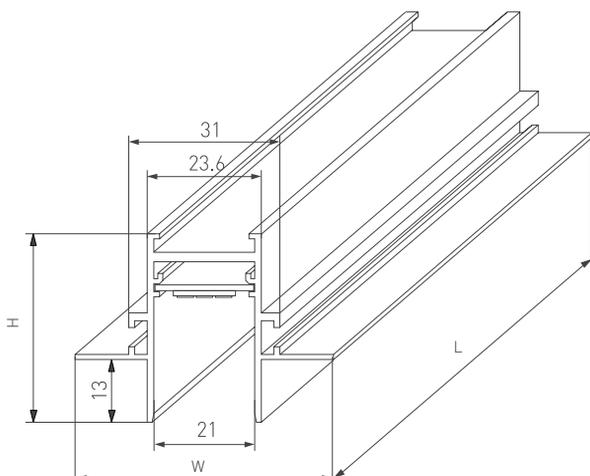

Рис. 1. Магнитный шинопровод серии MAG-TRACK-2538-FDW
- 3.1. Подготовьте на монтажной поверхности нишу согласно размерам, рисунок 1. Убедитесь, что потолочные профили лежат в одной плоскости.